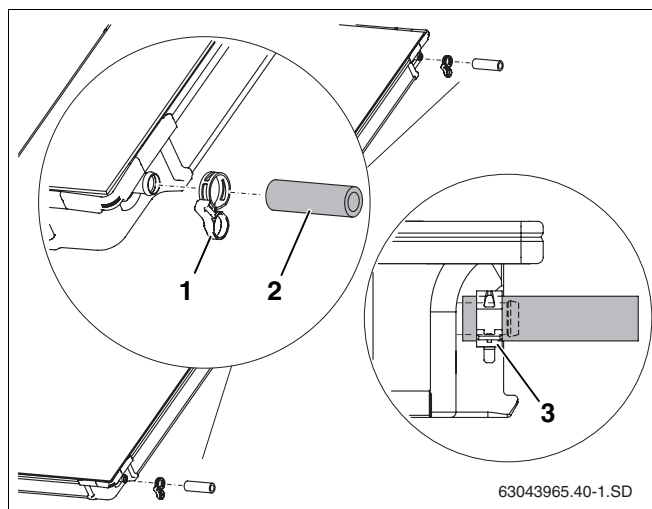

fig. 39 Pré-instalar o jogo de ligação no segundo colector
- ▶ Inserir as mangueiras solares de 95 mm (fig. 39, **item 2**) para as ligações direitas do segundo colector e de todos os colectores a seguir.
- ▶ Inserir as braçadeiras de mola (fig. 39, **item 1**) sobre a mangueira solar (a segunda braçadeira segura, mais tarde, a ligação ao outro colector).
- ▶ Quando a braçadeira de mola está bem colocada, puxar o anel de fixação para segurar a ligação (fig. 39, **item 3**).